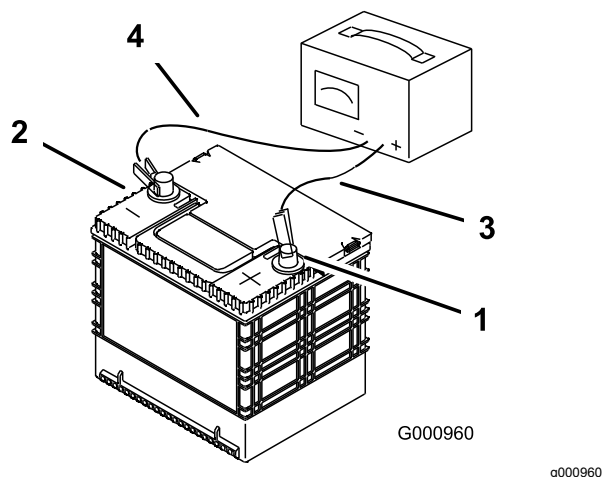

Figura 57
- Quando la batteria è completamente carica, staccate il caricabatterie dalla presa elettrica e scollegate i cavi di ricarica dai poli della batteria (Figura 57).